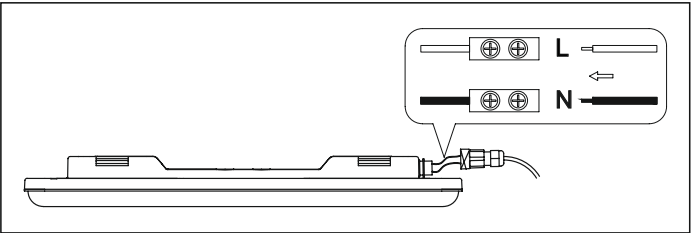

Рис. 3
5.13 Открутите внешнюю часть быстросъемного разъема и пропустите через него кабель электропитания осветительного прибора (рис. 3).
5.14 Подключите кабель электропитания с помощью клеммной колодки в соответствии со схемой на рис. 3.